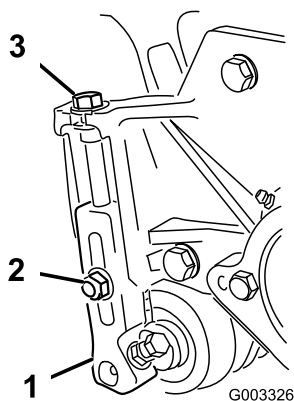

Figura 14
1. Allentate i dadi di bloccaggio che fissano i bracci di regolazione dell'altezza di taglio sulle piastre laterali dell'apparato di taglio (Figura 14).